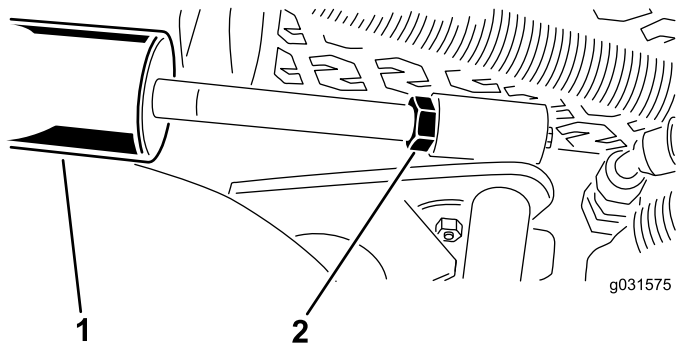

Figura 17
- A. Baixe as unidades de corte e solte a porca de bloqueio do cilindro (Figura 17).